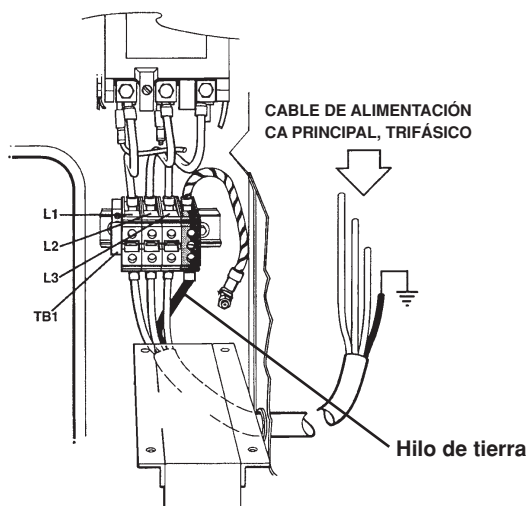

Figura 3-3 Conexiones del cable de alimentación
2. Conecte los hilos del cable de alimentación a las terminales **L1**, **L2** y **L3** de **TB1**. ver Figura 3-3.